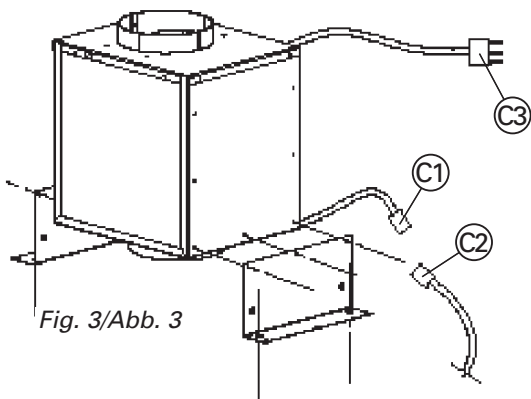

Fig. 3/Abb. 3
- 2) Poser l'appareil à l'emplacement voulu pour la fixation, marquer tous les trous prévus pour la fixation, percer et insérer les chevilles fournies. Le diamètre des trous dépend du diamètre des chevilles (cf. fig. 3).
- 2) Apoyar el aparato sobre el punto establecido para la fijación, señalar todos los agujeros previstos para el montaje, agujerear y poner los tacos incluidos. El diámetro del agujero depende del diámetro de los tacos (ver fig. 3)